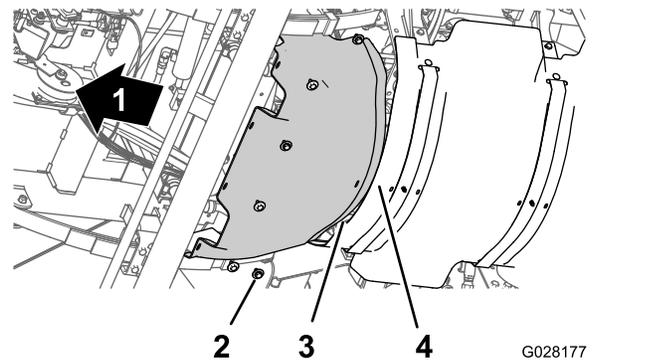

Figura 61
1. Alinee la brida trasera del protector térmico delantero sobre la brida delantera del protector térmico trasero (Figura 61).
2. Alinee los taladros del protector térmico delantero con los taladros roscados del chasis (Figura 61).
3. Monte el protector térmico delantero en la máquina con los seis pernos de cabeza hexagonal y las seis arandelas (Figura 61) que retiró en el paso 3 de Retirada del protector térmico delantero \(página 54\).